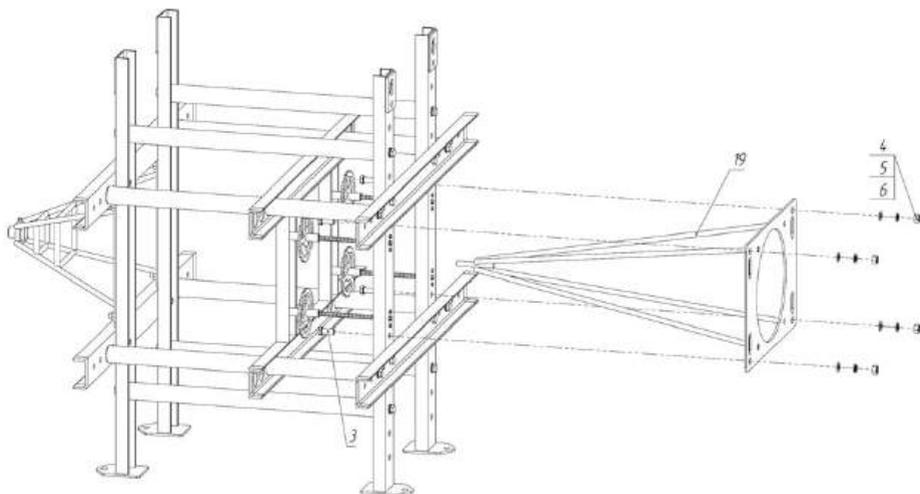

Рис. 5. Установка оси конической
5. Установите ось коническую (поз. 19) при помощи комплектным крепежом (поз. 3, 4, 5, 6) согласно рис. 5.